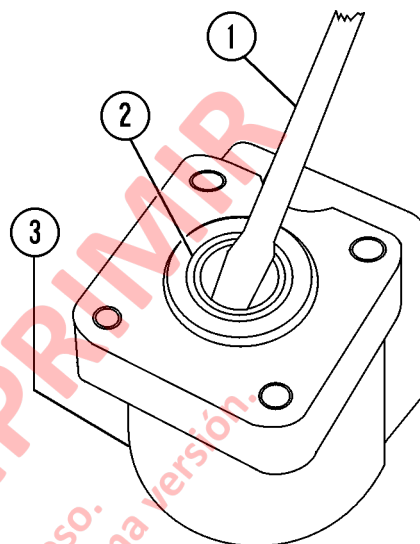

FIGURA 5-6. DESMONTAJE DEL SELLO DE POLVO
10. Desmonte el O-ring (5), el anillo (6) y el conjunto del rodamiento (7).
11. Saque el anillo (8), el pasador (9) y retire cuidadosamente el carrete interno de la camisa externa.
12. Presione los resortes de posición neutral (10) para sacarlos de su ranura en el carrete interno.
13. Retire el sello antipolvo (2, Figura 5-6) con un destornillador. Tenga cuidado de no romper o dañar la cavidad del sello.